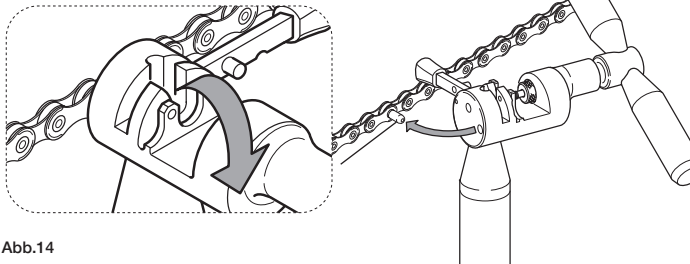

Abb.14
- Führen Sie das herausragende Teil der Führung in das Loch unten am Werkzeug ein und brechen Sie es durch eine Biegebewegung ab (Abb. 14). Das Endstück der abgebrochenen Führung muss immer im Innern der Hülse ULTRA-LINK 5-CN-SR700 verbleiben.